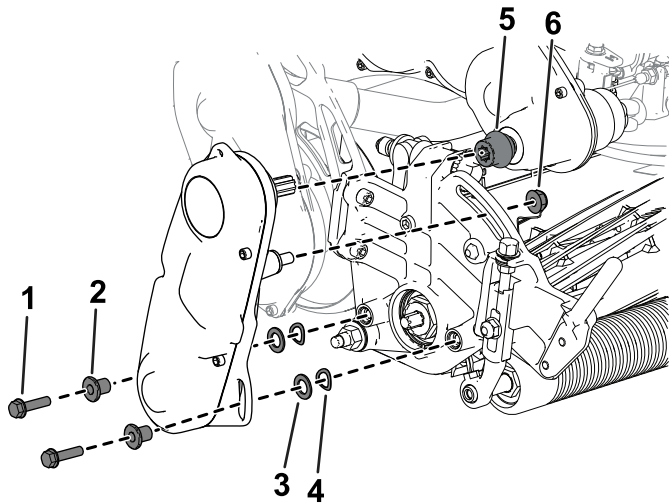

Figura 44
3. Demontați ansamblul de acționare a cilindrului de la unitatea de tăiere (Figura 44) și păstrați elementele de fixare.